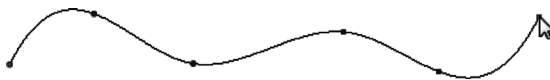

图 2-28 绘制样条曲线
3) 在绘图区域依次添加其他的样条点,如图 2-28 所示。